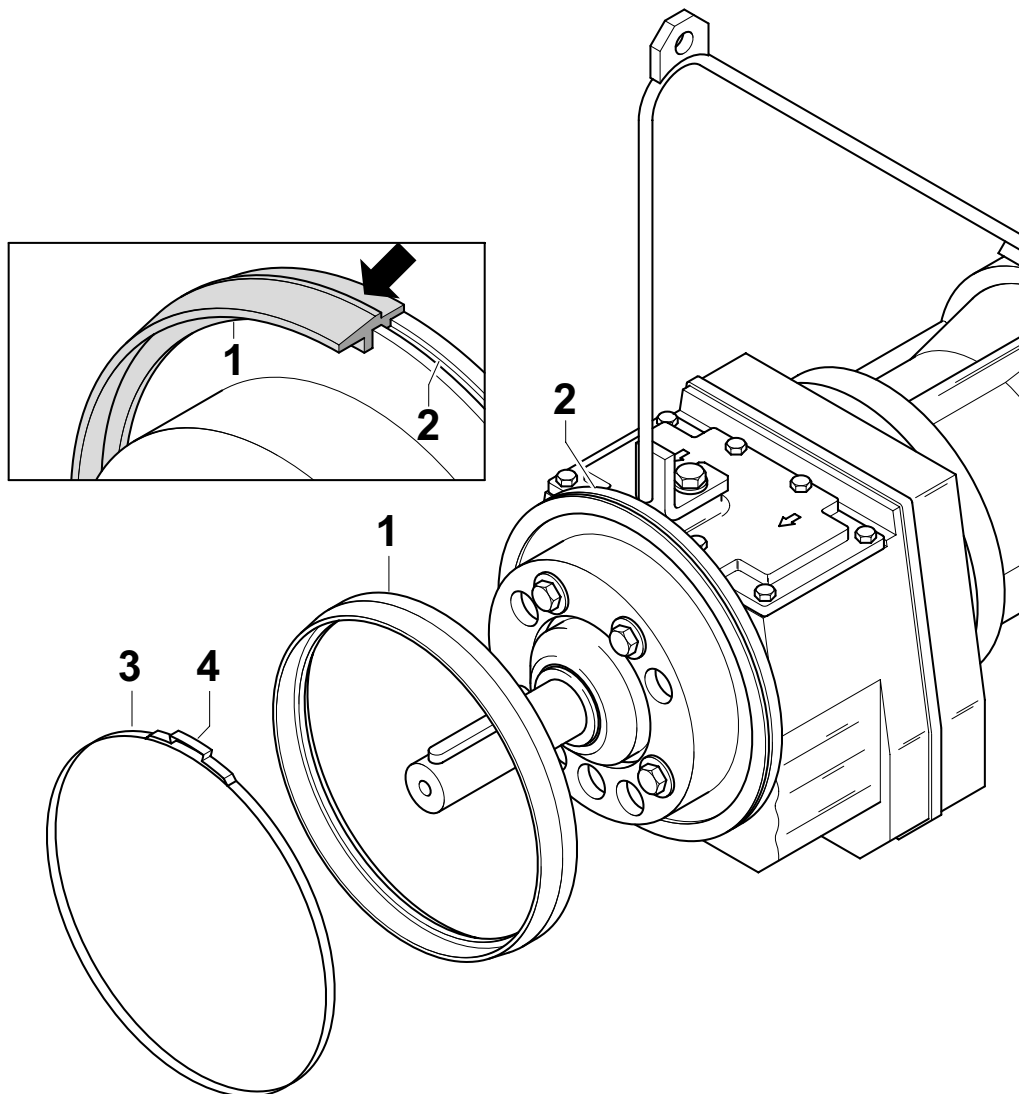

Bild 19 Montage/Demontage des Solids-Deflection-Ringes
HINWEIS in Bild 19 wird der Wechsel des SD-Ringes bei einem RW - Motor dargestellt. Beim SB / XSB ist die Einbausituation gleich.
- Bei der Montage des SD-Ringes (19/1) ist dieser *gemäß Bild 19* von Hand umlaufend überzustülpen und in die Nut des Motordeckels (19/2) zu drücken.